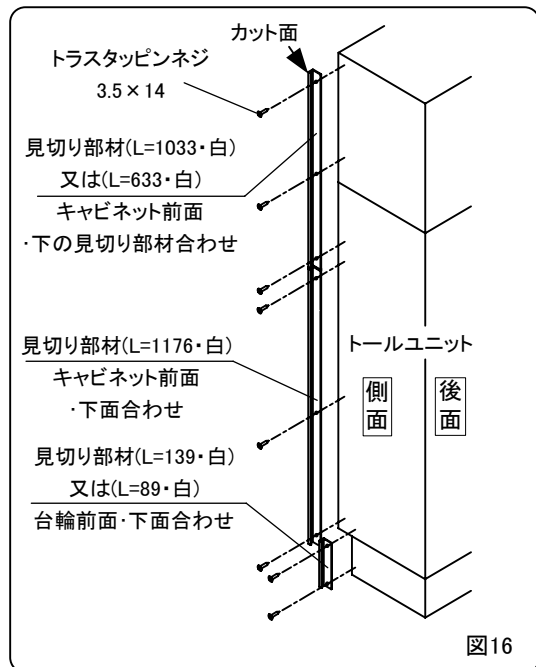

図16
- ④見切り部材をキャビネットにネジ(トラスネジ3.5 x 14)で固定してください。(図16)